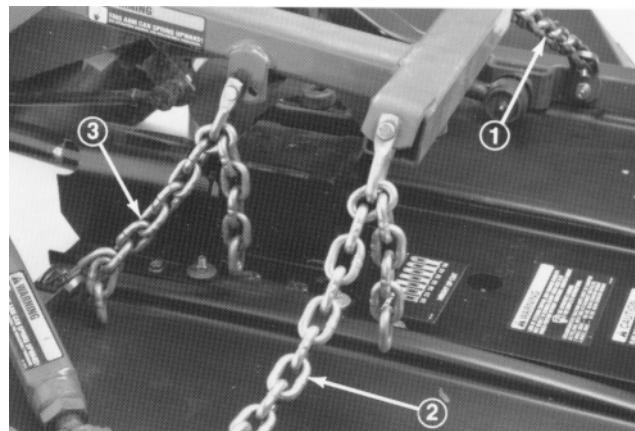

Figure 8
1. Attachez les chaînes de levage au bras de levage et aux supports de chaînes du plateau de coupe avec 6 jumelles, axes de jumelles (3/8 x 1-1/2 po) et goupilles fendues (1/8 x 3/4 po) (Fig. 8). Fixez les chaînes aux maillons suivants afin de garantir que le plateau de coupe se lève correctement :